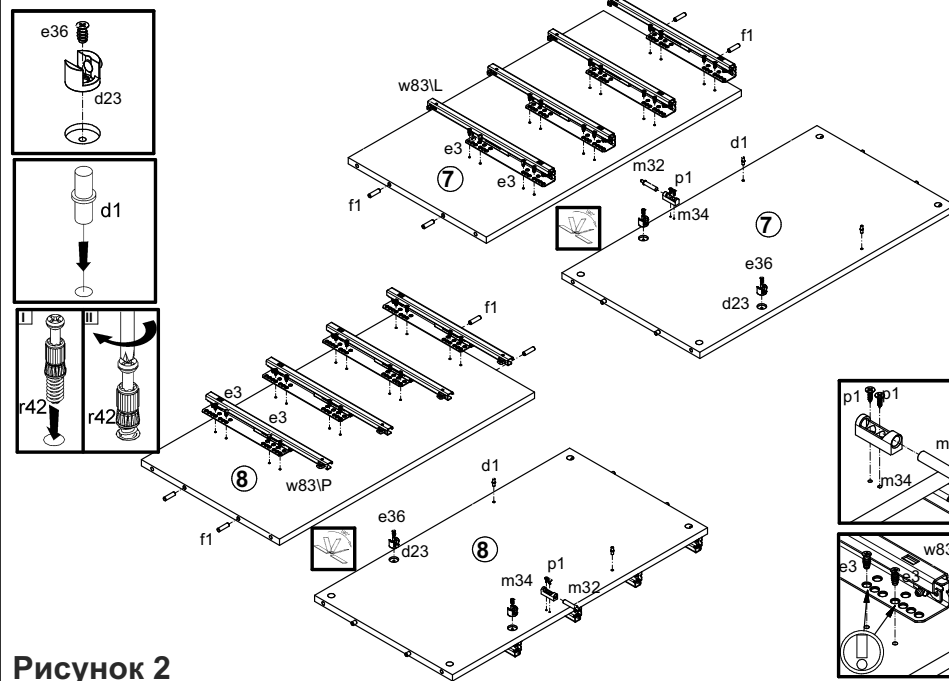

Рисунок 2
2. В отверстия Ø8 мм на нижних и верхних кромках стенок боковых 5, 6, средних 7, 8, на боковых кромках полки соединительной 11 вбить деревянные шканты f1 (см. рис. 2, 3, 4). **ВНИМАНИЕ!** В случае, если шкант выступает из отверстия более, чем на 10 мм, его необходимо укоротить, т.к. возможно повреждение деталей.
3. В отверстия Ø5 мм на правой поверхности стенки средней левой 7, на левой поверхности стенки средней правой 8 еврошурупами e3 закрепить направляющие w83L и w83P (см. рис. 2).
5. В отверстия Ø5 мм на внутренних поверхностях стенок боковых 5, 6 и средних 7, 8 вставить полкодержатели d1 (см. рис. 2, 3).
6. В отверстия Ø20 мм на внутренних поверхностях стенок боковых 5, 6 и средних 7, 8 закрепить полкодержатели для стекла d23 еврошурупами e36 (см. рис. 2, 3).
7. В отверстия Ø3 мм (кернения) на левой поверхности стенки средней 7, на правой поверхности стенки средней 8 закрепить корпуса демпфера двери m34 шурупами p1. В корпуса демпфера двери m34 вставить демпферы m32 (см. рис. 2).